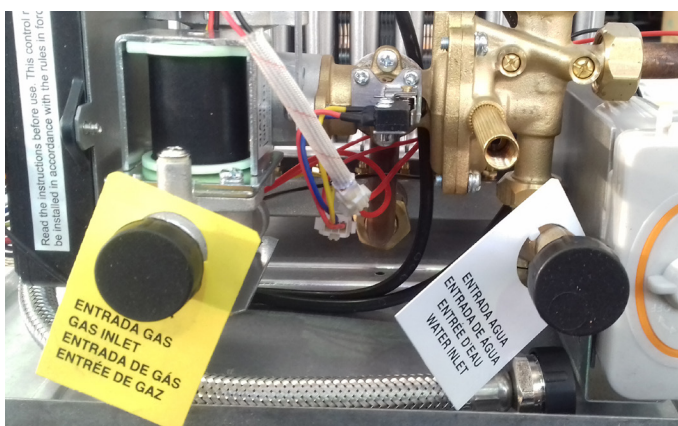

fig. 7 - Etiquetas de las conexiones
- Quite los tapones de las conexiones de agua y gas, **vea fig. 7.**